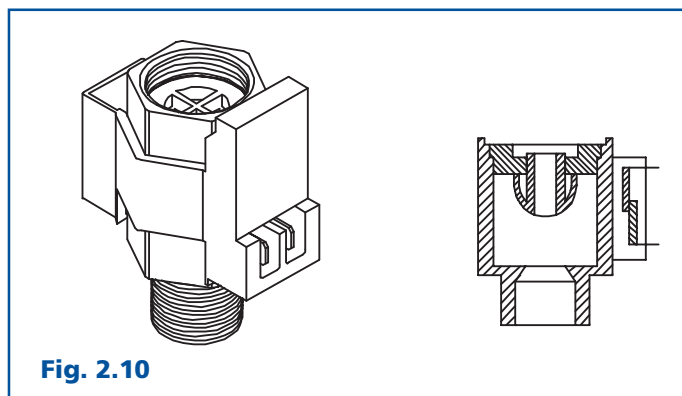

Fig. 2.10
4) Flussostato (Fig. 2.10): dispositivo in grado di rilevare la presenza del flusso dell'acqua tramite un galleggiante composto da un otturatore in teflon, con un settore calamitato sulla parte superiore. All'ingresso dell'acqua fredda vi è un filtro che salvaguarda il flussostato dal passaggio di impurità. In condizione iniziale, il galleggiante si trova nella posizione di riposo e il contatto interno si trova in apertura. Al passaggio dell'acqua, il galleggiante verrà innalzato comportando il congiungimento delle lamelle e, quindi la chiusura del contatto del flussostato che darà il consenso elettrico al circolatore per avviare il flusso dell'acqua in caldaia.